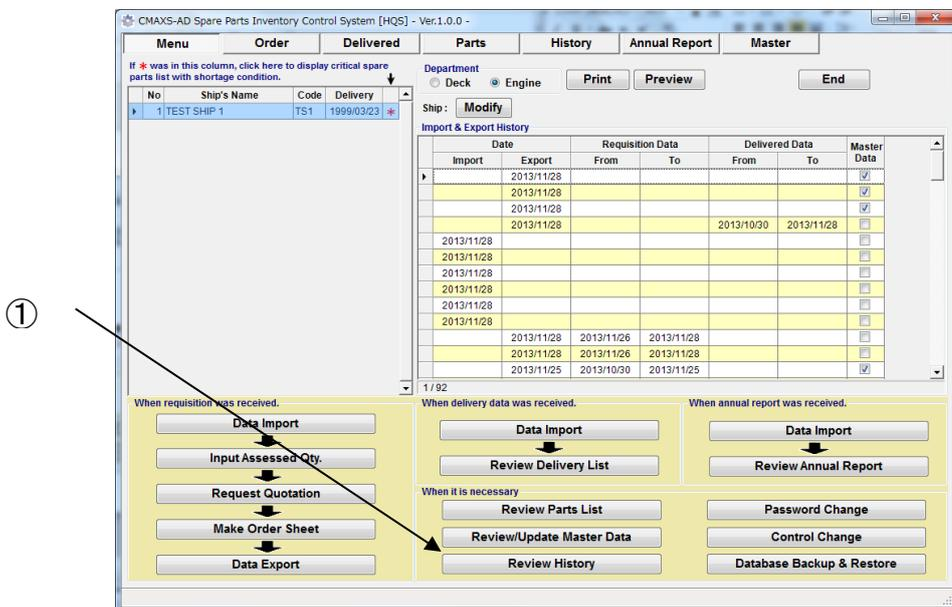

図 10-1 Menu 画面
- (1) “Menu 画面”図 10-1)上で [Review History]を選択してください。